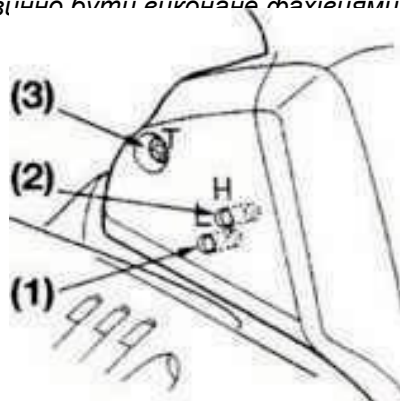

Рис.7
Усі необхідні регулювання бензопили проводяться на заводі. За допомогою основних гвинтів жиклерів L,H (1; 2 - рис.7) карбюратора встановлюється оптимальна потужність, розгінна здатність та стале число холостих оборотів двигуна. Під час реальних умов експлуатації може знадобитися деяке додаткове регулювання.
- 1.Якщо двигун зупиняється на холостих обертах, то необхідно закручувати гвинт "Т" (3 - рис.7) за годинниковою стрілкою, поки ланцюг не почне рухатися.